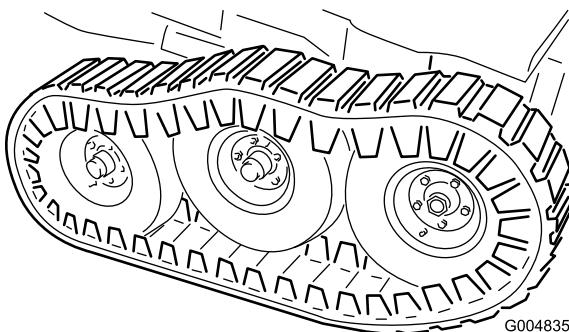

Рисунок 121
51. Установите плоские шайбы (1/2 дюйма) и контргайки на резьбовую шпильку оси тележки (Рисунок 121) и затяните с моментом 102 Н·м.